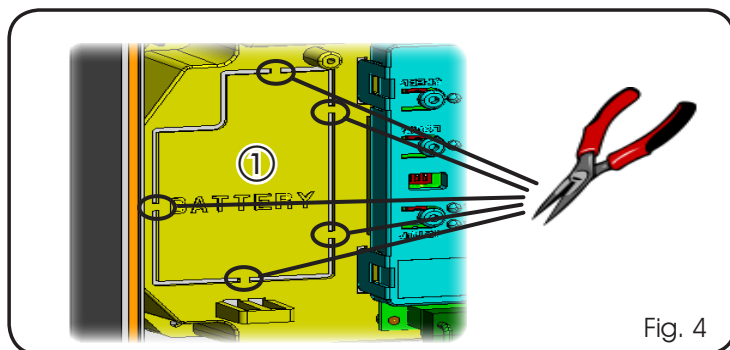

Fig. 4
Ce support (réf.① Fig.4) a été préformé pour permettre l'ouverture du logement de la batterie.